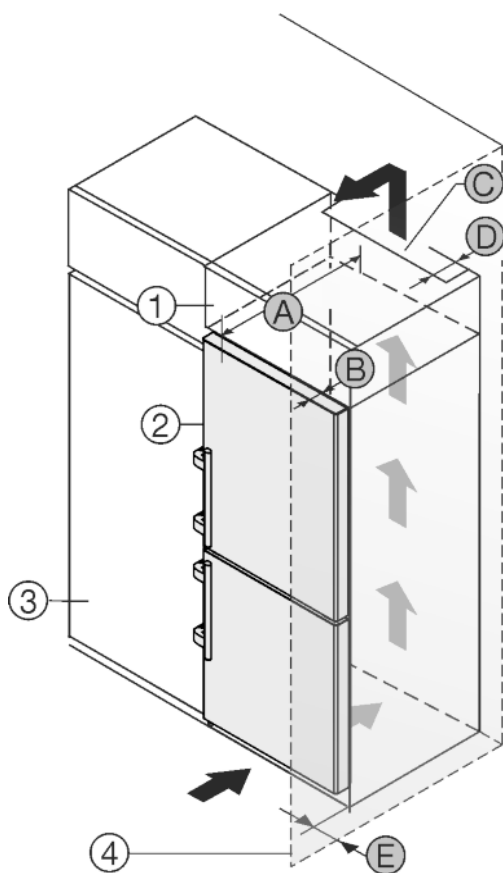

Fig. 51
Přístroj lze zabudovat do kuchyňských skříní. K vyrovnaní přístroje Fig. 51 (2) na výšku kuchyňské linky lze na přístroj nasadit nástavec Fig. 51 (1).
Přístroj lze instalovat přímo vedle kuchyňské skřínky Fig. 51 (3). Aby bylo možné dvířka plně otevřít, musí přístroj přesahovat o hloubku Fig. 51 (B) vůči přední linii kuchyňské skřínky. V závislosti na hloubce kuchyňských linek a použití vymežovačů odstup od stěny může přístroj vyčnívat dále.
- Na zadní straně nastavné skřínky musí být větrací šachta hluboká Fig. 51 (D) přes celou šířku nastavné skřínky.
- Pod stropem místnosti musí být dodržen ventilační průřez Fig. 51 (C).
Pokud je přístroj se závěsy instalován vedle stěny Fig. 51 (4), musí být dodržena vzdálenost Fig. 51 (E) mezi přístrojem a stěnou. To odpovídá přesahu madla při otevřených dveřích.